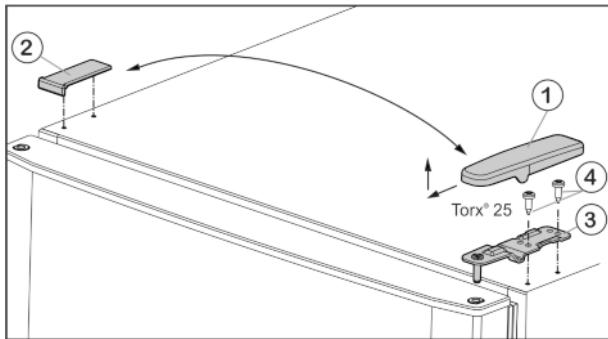
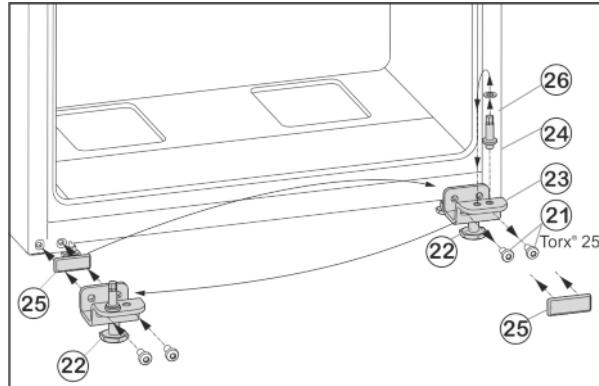

Fig. 5
Fig. 7
- ▶ Потяните крышку Fig. 5 (1) вперед и вверх.
- ▶ Снимите крышку Fig. 5 (2).
- ▶ Открутите верхний опорный кронштейн Fig. 5 (3) (2 шт. Torx® 25) Fig. 5 (4) и вытяните вверх.
- ▶ Открутите крепежные винты Fig. 7 (21).
- ▶ Снимите нижний опорный кронштейн Fig. 7 (23) вместе с опорным пальцем Fig. 7 (24), шайбой Fig. 7 (26) и регулируемой опорой Fig. 7 (22).
- ▶ Открутите опорный палец Fig. 7 (24) вместе с шайбой Fig. 7 (26) и, переставив в отверстие на противоположной стороне опорного кронштейна, снова прикрутите.
- ▶ Аккуратно снимите защитную пластины Fig. 7 (25) и переставьте ее на противоположную сторону.
- ▶ Прикрутите нижний опорный кронштейн Fig. 7 (23) вместе с опорным пальцем Fig. 7 (24), шайбой Fig. 7 (26) и регулируемой опорой Fig. 7 (22) с другой стороны шарнира (с моментом 4 Нм), при необходимости используйте аккумуляторный шуруповерт.
- ▶ Установите нижнюю дверцу сверху на опорный палец Fig. 7 (24).
- ▶ Вставьте средний опорный кронштейн (13) с поворотом на 180° в нижнюю дверцу и прикрутите с помощью крепежных винтов (11)(2 шт. Torx® 25) на новую сторону шарнира (с моментом 4 Нм).
- ▶ Снова установите пластиковую шайбу (10).
- ▶ Установите верхнюю дверцу на средний опорный кронштейн (13).
- ▶ Установите верхний опорный кронштейн Fig. 5 (3) на новой стороне шарнира и защелкните в дверце.
- ▶ Привинтите верхний опорный кронштейн (с моментом 4 Нм) (2 шт. Torx® 25) Fig. 5 (4). При необходимости используйте аккумуляторный шуруповерт.
- ▶ Наденьте и защелкните крышку Fig. 5 (1) на противоположной стороне снаружи.
- ▶ Также наденьте сверху и защелкните крышку Fig. 5 (2) на противоположной стороне.
- ▶ Выверните регулируемую опору Fig. 7 (22) на нижнем опорном кронштейне Fig. 7 (23) до ее соприкосновения с полом.